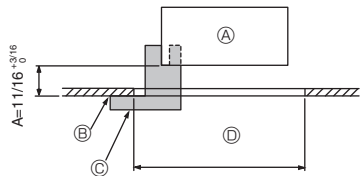
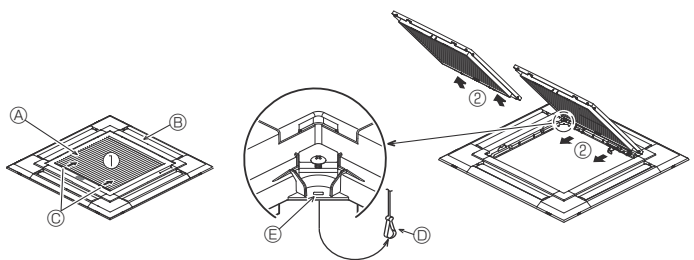
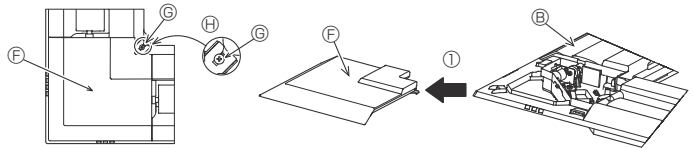

Fig. 9-2
Fig. 9-3
Fig. 9-4
①	Grille	1	950 × 950 (mm), 37-3/8 × 37-3/8 (pouces)
②	Schéma d'installation	1	(divisé en 4 parties)
③	Vis (4 × 16)	1	pour PLA-A-EA*
④	Panneau en coin i-see sensor	1	pour PLA-A-EA*
9.2. Préparation avant d'attacher la grille (Fig. 9-2)
- À l'aide de la jauge ② fournie avec ce kit, ajustez et vérifiez la position de l'appareil principal par rapport au plafond. Si l'appareil principal n'est pas correctement positionné par rapport au plafond, des fuites d'air peuvent se produire et provoquer un phénomène de condensation.
- ① Appareil principal
② Surface du plafond
③ Schéma d'installation ② (inséré dans l'appareil principal)
④ Dimensions de l'ouverture dans le plafond
9.2.1. Retrait de la grille d'admission (Fig. 9-3)
- Pour ouvrir la grille d'admission, faire glisser les leviers dans le sens indiqué par la flèche ①.
- Lorsque la grille se trouve en position "ouverte", retirer la charnière de la grille d'admission comme indiqué par la flèche ②.
9.2.2. Retrait du panneau en coin (Fig. 9-4)
- Dévissez les 4 vis de coin. Pour retirer le panneau, faites-le glisser dans le sens indiqué par la flèche ①.
[Fig. 9-3] [Fig. 9-4]